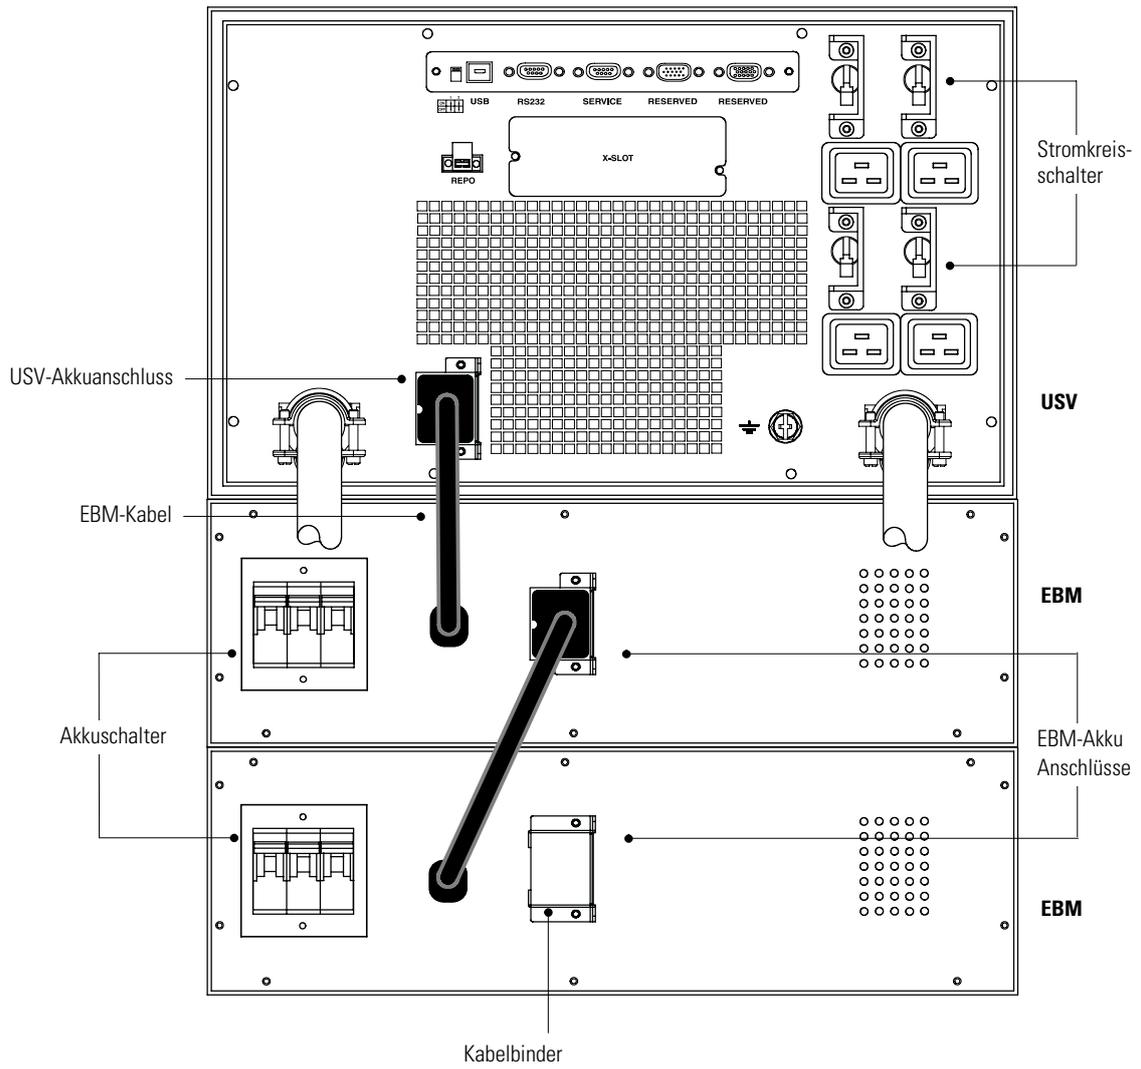

Abbildung 26. Typischer Einbau des EBM's
1. Überprüfen, dass die Stromkreisschalter an der Rückwand der USV ausgeschaltet sind (siehe Abbildung 26 auf Seite 23).
- Überprüfen, dass sich alle Akkusalter in der Stellung OFF (O bzw. AUS) befinden (siehe Abbildung 26).
- Das (die) EBM-Kabel, wie in Abbildung 26 gezeigt, an die Akkuanschlüsse anschließen. An die USV können bis zu vier EBMs angeschlossen werden.